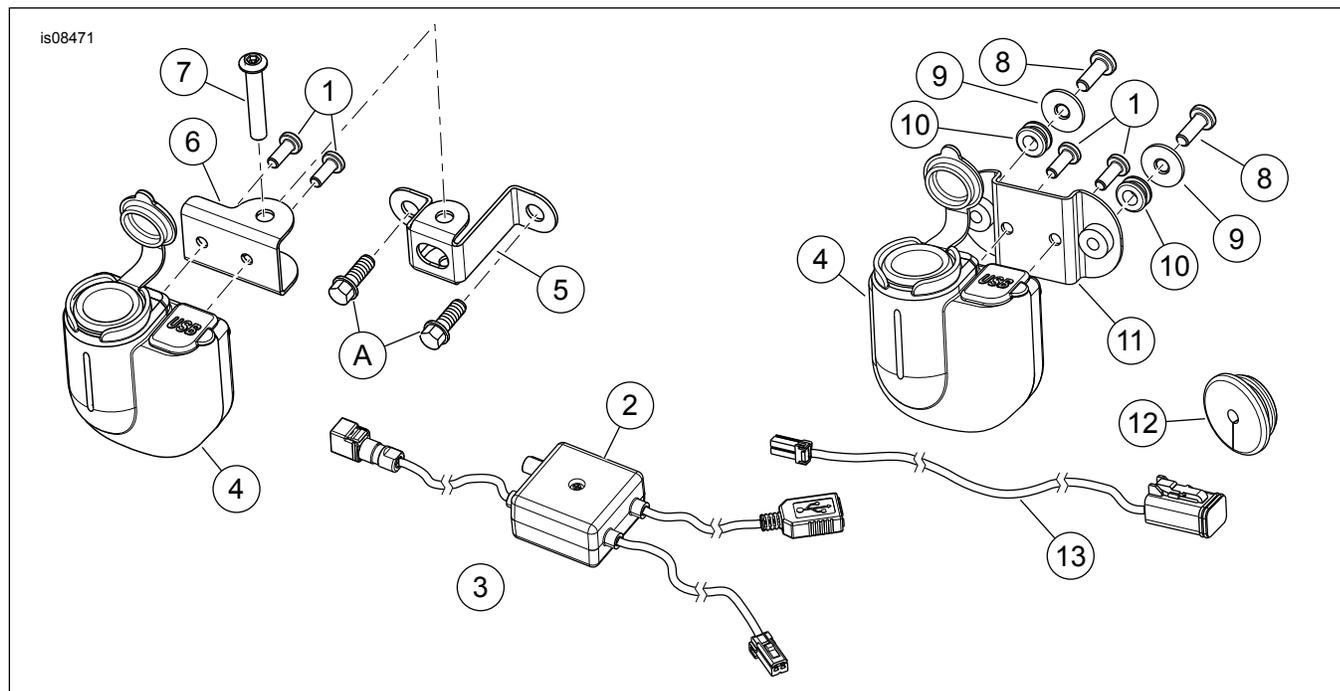

Figura 7. Parti di ricambio: Uscita di alimentazione/USB
Vedere Figura 7 e Tabella 1.
7. Installare gli occhielli di gomma (4) in ciascuno dei fori di montaggio da 9,5 mm (0.38 in) della porta di alimentazione eseguiti al punto precedente.
8. Collocare una rondella (3) sulla filettatura di ciascuna vite (2). Inserire le viti negli occhielli e collocare una seconda rondella sulla filettatura delle viti.
9. Installare la porta di alimentazione/USB (8) sul fianco della borsa con le viti (2). Serrare ad una coppia di 2,8–3,3 N·m (25–30 **in-lbs**).
10. Passare il cavo di alimentazione degli accessori (6), il cavo USB (7) e il cablaggio attraverso il foro da 16 mm (0.62 in) sul fianco della borsa.
11. Installare l'occhiello aperto (9) con l'estremità grande rivolta verso il connettore. Serrare l'occhiello sul cablaggio della porta di alimentazione all'esterno della borsa. Spingere l'occhiello nel foro di passaggio del filo.
13. Vedere Figura 7. Collegare il cavo (13) alla presa per gli accessori. Vedere il manuale di manutenzione.